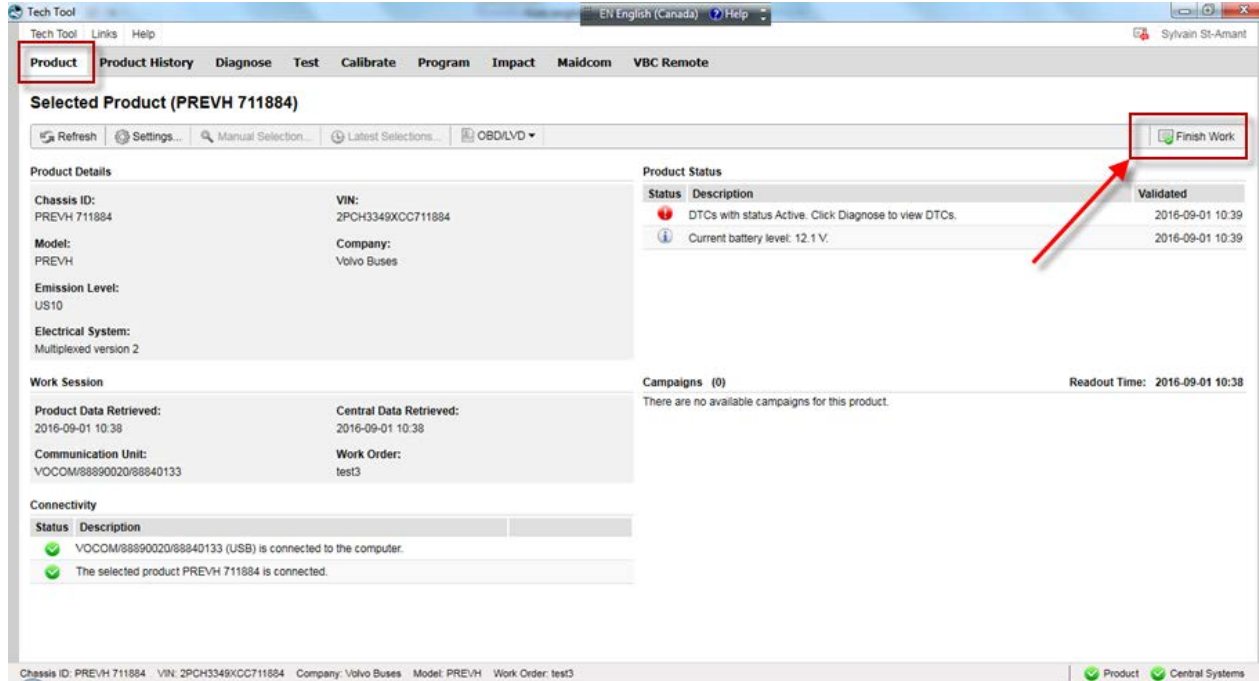

FIGURE 38
10. Sous l'onglet PRODUCT, cliquez sur FINISH WORK (FIGURE 38).